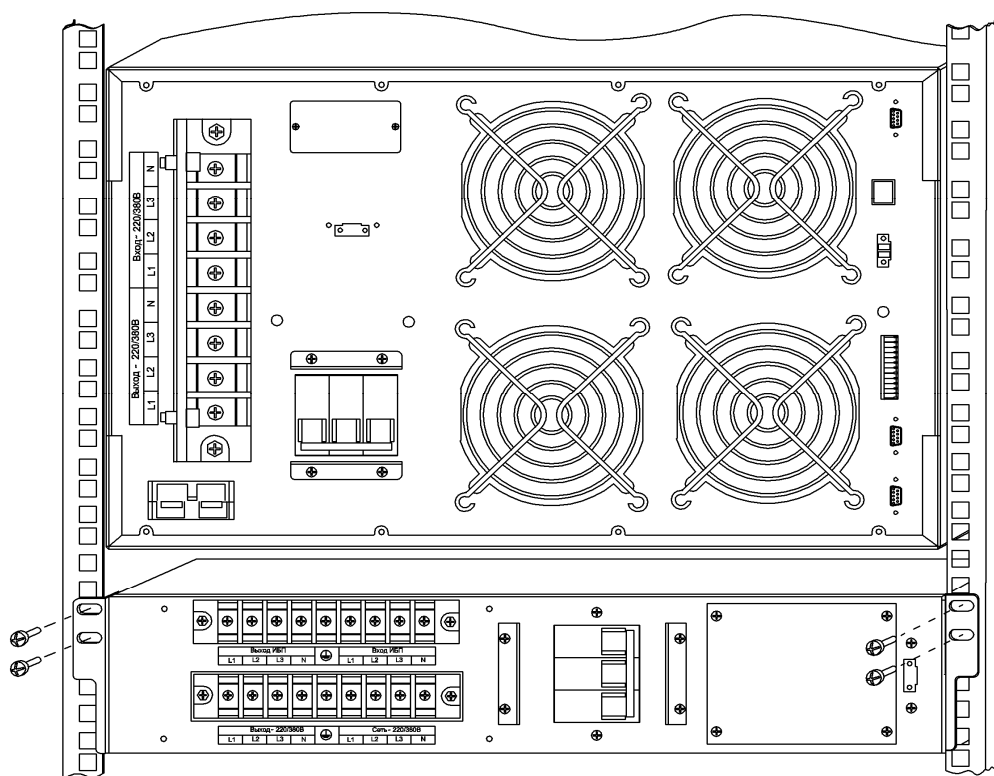

Рисунок 3 – Порядок установки модуля MBS 3/3 10K в стандартный шкаф или стойку для телекоммуникационного оборудования шириной 19 дюймов
7.1.3 Установку модуля в шкаф следует производить в следующей последовательности (рисунок 3):